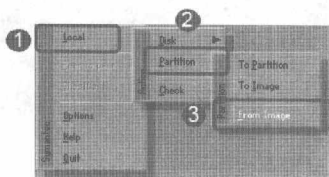

图 10-19 选择恢复分区选项
步骤② 在 Ghost 主界面, 单击 Local|Partition|From Image 命令, 如图 10-19 所示。